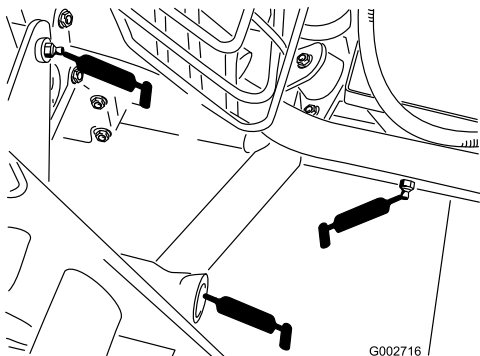

Figura 21
- Enganche trasero (5) (Figura 21)